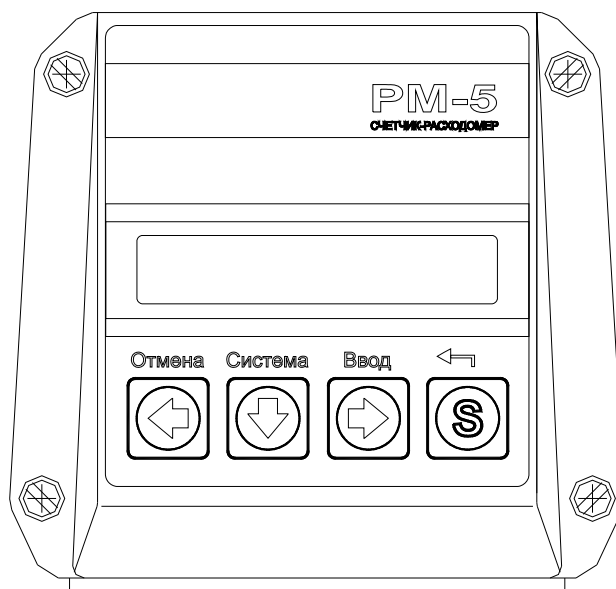

Рисунок 2 — Внешний вид электронного блока с вычислительным устройством
1.2.2.5 Электронные блоки вместе с вычислительными устройствами (рисунок 2) находятся в пылевлагозащищенных корпусах, которые выполняются для РМ-5-Э как единое целое с датчиком расхода ППР (на рисунке 2 ППР не показан).
1.2.3.5 Если предусматривается ручное управление РМ-5-Э, то на передней панели ВУ размещаются дисплей индикации и клавиатура ввода-вывода (рисунок 2).